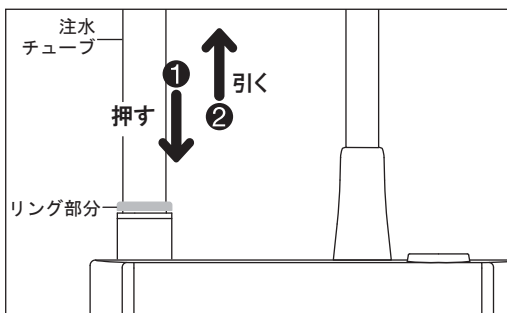

図 3
- 2) 注水チューブはそれぞれのコネクタのリング部分を押しながら引き抜いてください。(図3)